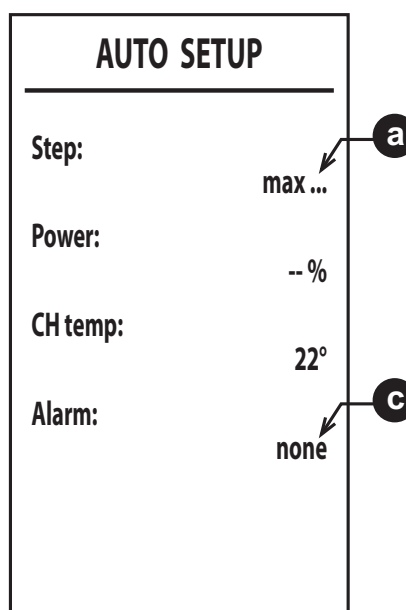

Abb. 38
6. Nach der Zündung wechselt der Brenner auf Heizbetrieb in den verschiedenen Leistungsstufen (max, med, min), siehe Punkt **a** (abb. 38).
**max\_err** beim Punkt **a** und ein Fehlercode beim Punkt **c** (abb. 38).